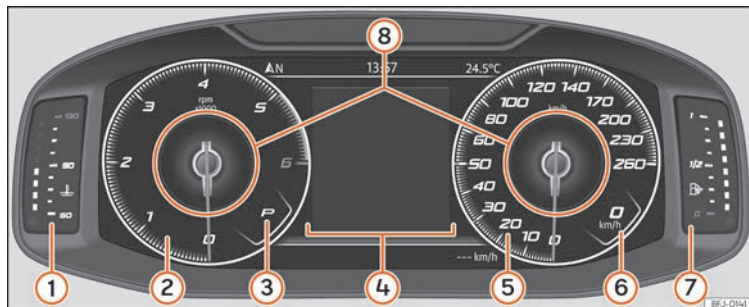

Abb. 66 SEAT Digital Cockpit in der Schalttafel (klassische Ansicht).
In der **klassischen** und in der **Navigations-**Ansicht können die angezeigten Informationen in den **Informationsprofilen** » **Abb. 66** ⑧ personalisiert werden.
Die Zeiger der Umdrehungen pro Minute und der Geschwindigkeitsmesser werden über die gesamte Länge angezeigt »» Abb. 66.